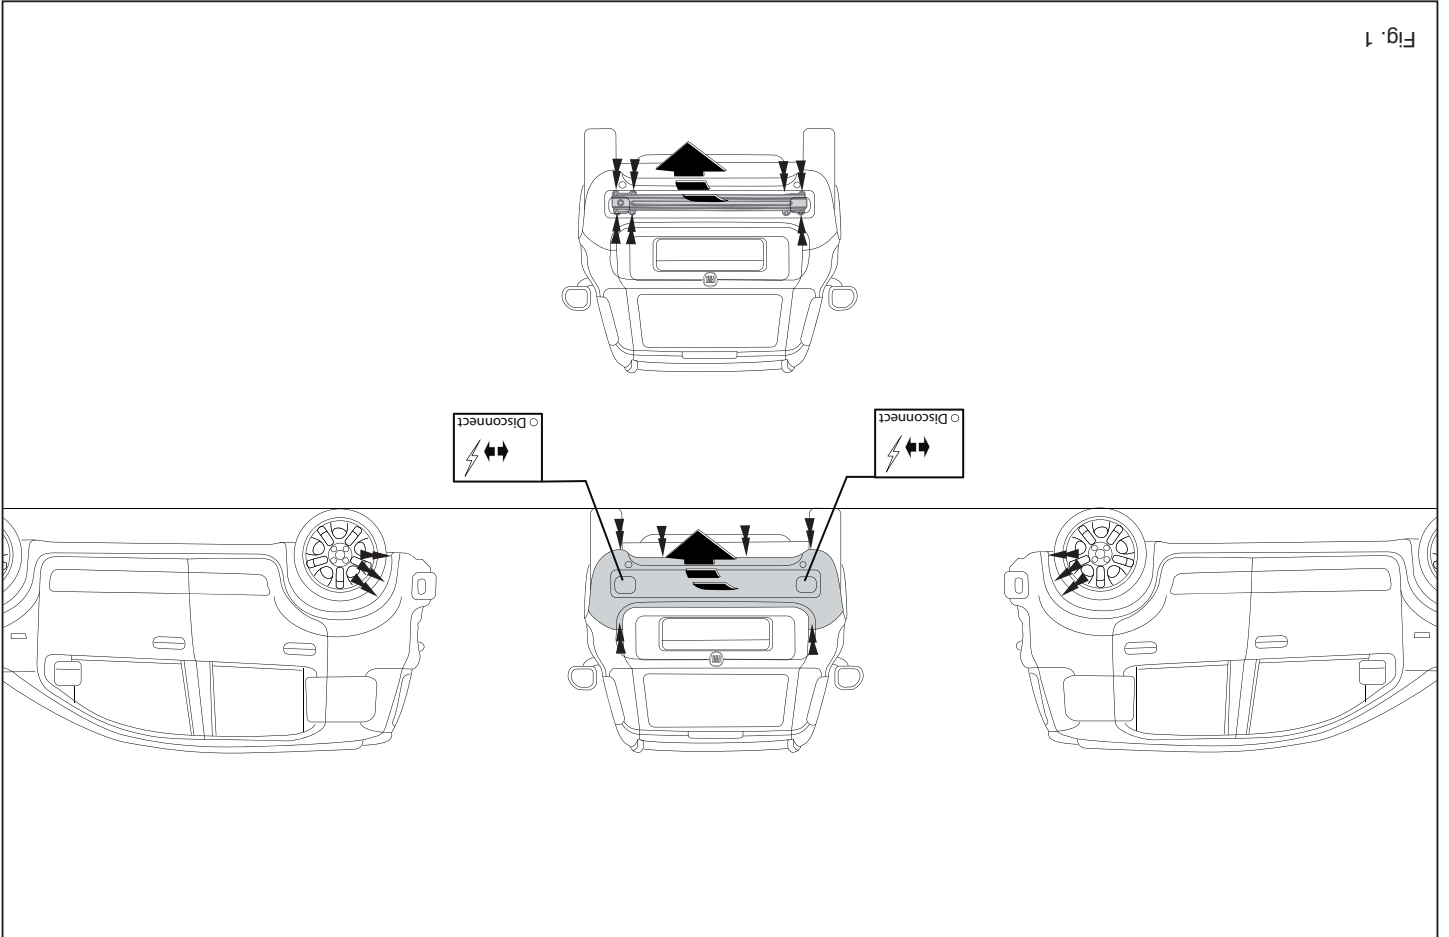

Fig. 1
1. Remove the bumper and the steel buffer beam from the vehicle. The buffer beam will no longer be needed. See figure 1.
1. Die Stoßstange einschließlich des stählernen Stoßbalkens vom Fahrzeug abmontieren. Der Stoßbalken wird nicht mehr benötigt. Siehe Abbildung 1.
1. Déposer le pare-chocs du véhicule y compris la traverse en acier ; la traverse ne sera plus utilisée. Voir la figure 1.
1. Demonter kofangeren, inklusive køretøjets stålstødbjelke. Denne bliver overflødig. Se fig. 1.
1. Снять бампер вместе со стальным буферным брусом автомобиля; буферный брус больше не понадобится. См. рисунок 1.